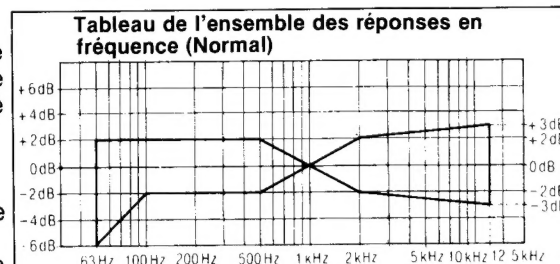
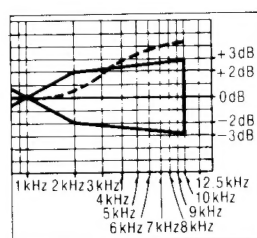
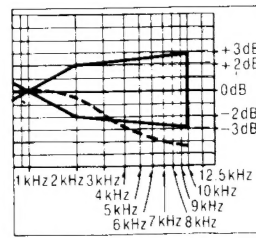

Fig. 10
Fig. 12
Fig. 13
- Reproduire les signaux enregistrés dans la phase 6, et vérifier si la courbe de réponse de fréquence se trouve dans les limites indiquées par la courbe de réponse de fréquence globale pour bandes normales (Fig. 10). (Si la courbe est comprise dans les spécifications, passer aux phases 7, 8 et 9).
Lorsque la courbe dépasse les spécifications du tableau de réponse de fréquence globale (Fig. 10), comme indiqué dans la Fig. 12.
- Répéter les phases 5 et 6 pour confirmation. (Passer aux phases 7, 8 et 9 si la courbe est maintenant comprise dans les spécifications du tableau de la Fig. 10).
- Si la courbe dépasse encore les spécifications (Fig. 10), augmenter encore le courant de polarisation et répéter les phases 5 et 6.
Lorsque la courbe tombe au-dessous des spécifications du tableau de fréquence globale (Fig. 10) comme indiqué dans la Fig. 13.
- Si la courbe tombe encore au-dessous des spécifications du tableau (Fig. 10), réduire encore le courant de polarisation et répéter les phases 5 et 6.